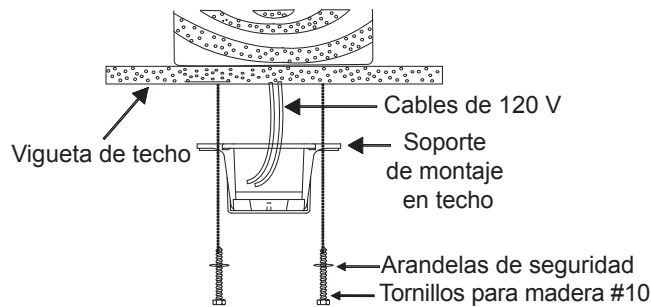

Fig. 7
Paso 4A. Asegura el soporte de montaje directamente a una viga de la estructura del inmueble. Utiliza únicamente los tornillos para madera y las arandelas de seguridad adecuados que se incluyen con el ventilador. (Fig. 7)
PRECAUCIÓN: El soporte de suspensión debe instalarse directamente en la viga del inmueble utilizando los dos tornillos para madera y las arandelas de seguridad. (Fig. 7)